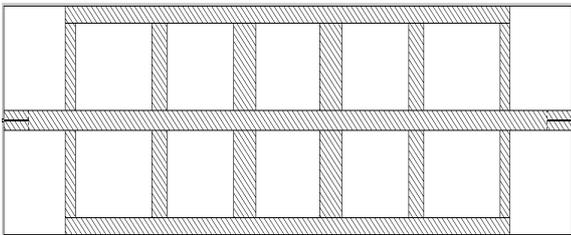

Рис. 3.19
- Щёлкните по значку **Substrate Information** на панели инструментов и на вкладке **Enclosure** введите длину корпуса 23 и количество клеток по оси X – 230. Выделите все элементы топологии и сдвиньте топологию вправо на 1.2, чтобы она расположилась симметрично относительно корпуса (при этом порты отображаются красным цветом, указывающем на ошибку). Дважды щёлкните по входному проводнику фильтра, установите курсор на ромб посередине левой стороны и сдвиньте эту сторону так, чтобы она совпала с левым краем корпуса (при этом порт не будет отображаться красным цветом). Аналогично совместите правую сторону входного проводника с правой стороной корпуса. Дважды щёлкните по верхнему заземляющему проводнику и продлите его правую и левую стороны до крайних шлейфов. То же самое сделайте с нижним заземляющим проводником. Топология должна иметь вид, показанный на рис. 3.19. Расстояния между резонаторами (от края фильтра к центру) равны 3.1, 2.7 и 2.6, а ширины шлейфов 0.4, 0.6 и 0.9.
Аналогично совместите правую сторону входного проводника с правой стороной корпуса. Дважды щёлкните по верхнему заземляющему проводнику и продлите его правую и левую стороны до крайних шлейфов. То же самое сделайте с нижним заземляющим проводником. Топология должна иметь вид, показанный на рис. 3.19. Расстояния между резонаторами (от края фильтра к центру) равны 3.1, 2.7 и 2.6, а ширины шлейфов 0.4, 0.6 и 0.9.